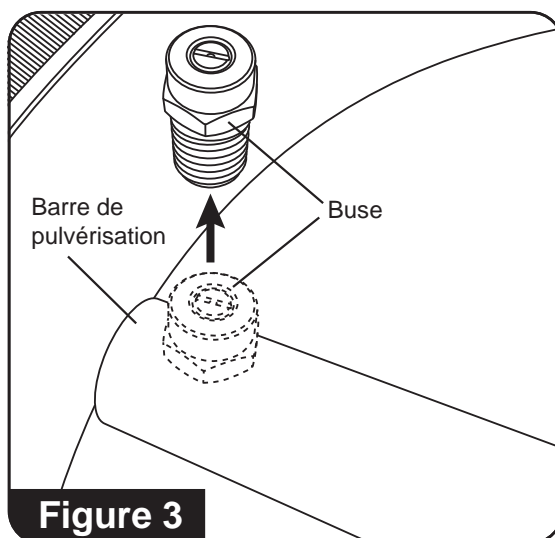

Figure 3
3. À l'aide d'une clé de 14 mm (non incluses), retirez les deux buses de la barre de pulvérisation (**Consultez la figure 3**).